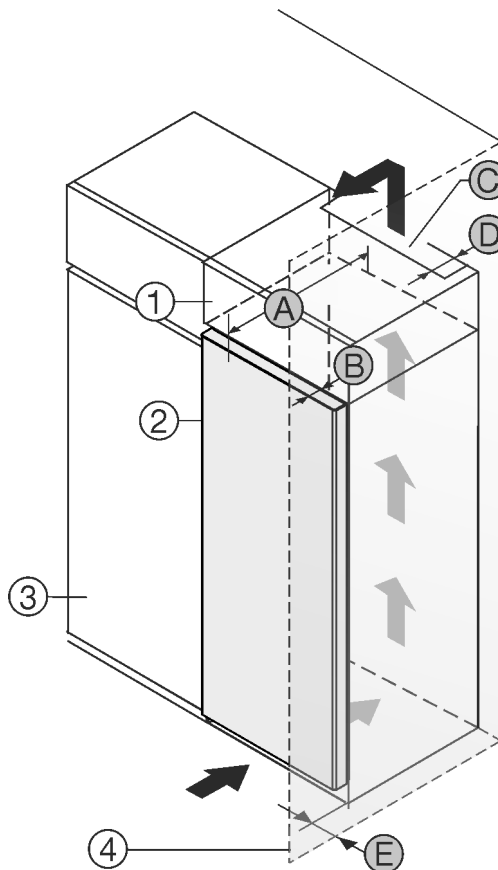

Fig. 1
- (1) Nastavná skříňka *
- (2) Přístroj *
- (3) Kuchyňská skříň *
- (4) Stěna *
- (5) Hloubka přístroje *
- (6) Hloubka dvírek *
- (7) Ventilační průřez *
- (8) Vzdálenost zadní strany přístroje *
- (9) Vzdálenost k zadní straně přístroje *
Můžete přístroj nainstalovat přímo vedle kuchyňské skřínky Fig. 1 (3)*.
Na zadní straně nastavné skřínky musí být větrací šachta hluboká Fig. 1 (7) přes celou šířku nastavné skřínky.*
Pod stropem místnosti musí být dodržen ventilační průřez Fig. 1 (7)*.
Když přístroj instalujete závěsy vedle stěny Fig. 1 (4), musí být vzdálenost mezi přístrojem a stěnou minimálně 13 mm.*
Aby bylo možné dvířka plně otevřít, musí přístroj přesahovat o hloubku dvírek Fig. 1 (6) vůči přední linii kuchyňské skřínky. V závislosti na hloubce kuchyňských skříněk Fig. 1 (3) a použití vymezočů odstup od stěny může přístroj vyčnívat dále.*